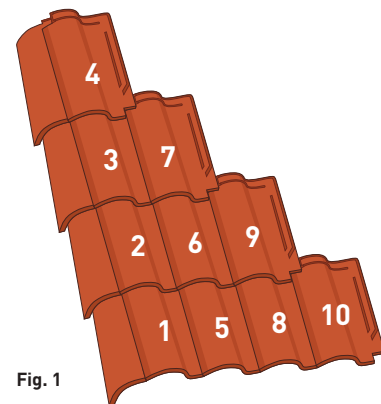

Fig. 1
3. См. на **Рис. 1**. для понимания последовательности установки первого и последующих рядов черепицы от карниза к коньку.